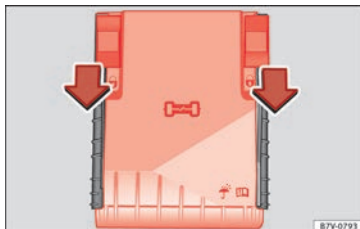

Abb. 208 Im Motorraum: Abdeckung des Sicherungskastens.
- Verriegelungstasten in Pfeilrichtung nach vorn schieben, um die Abdeckung des Sicherungskastens zu entriegeln » **Abb. 208**.